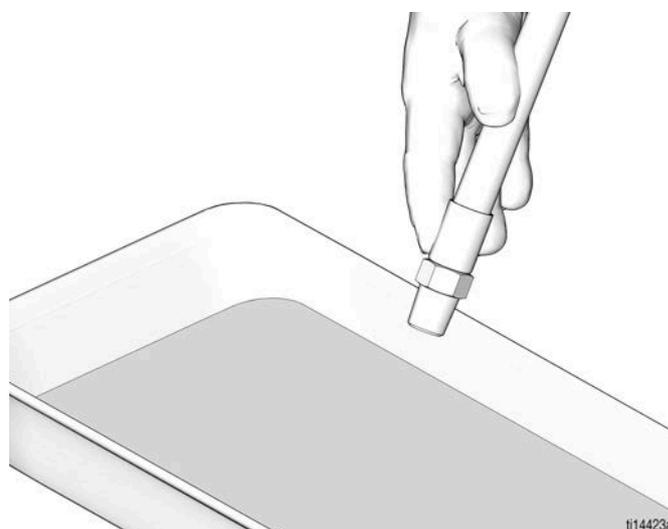

FIG. 2
1. Coloque el otro extremo de la manguera en un contenedor de desechos conectado a tierra. Sujete con firmeza la manguera contra el contenedor de desechos durante el proceso de lavado (FIG. 2).